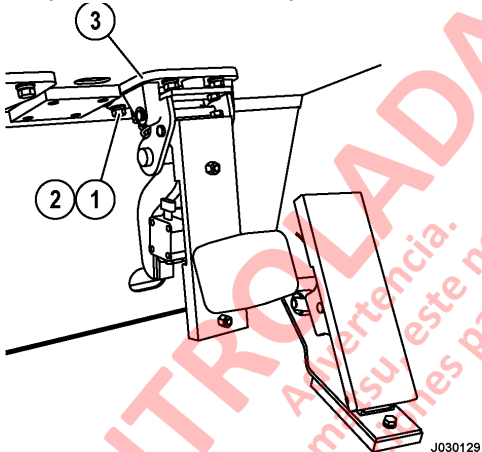

FIGURA 3-2. DESMONTAJE DE LA VÁLVULA DE FRENO
6. Retire los tornillos (1, Figura 3-2) y las arandelas de seguridad (2) que fijan el conjunto de la válvula de freno (3) a la estructura de montaje.
1. Coloque el conjunto de la válvula del freno (3, Figura 3-2) en la cabina y fíjelo con tornillos (1) y arandelas de seguridad (2). Apriete todos los tornillos al torque estándar: